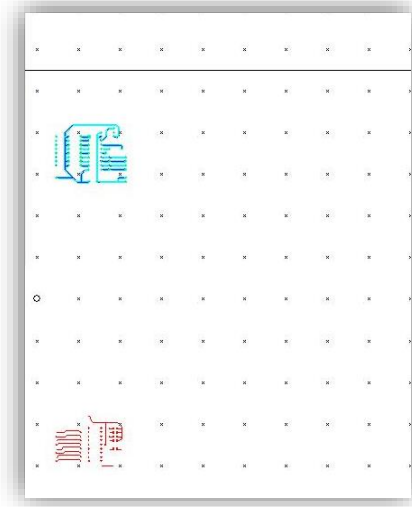

Figura 79. Capas reflejadas.
41. Pulse la opción reflejar (Mirror) así como se ve en la figura 79.